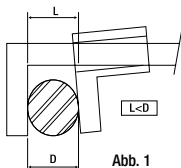

Abb. 1
- Beim Messen die Maßschenkel nicht fest zusammenendrücken (Abb. 1).